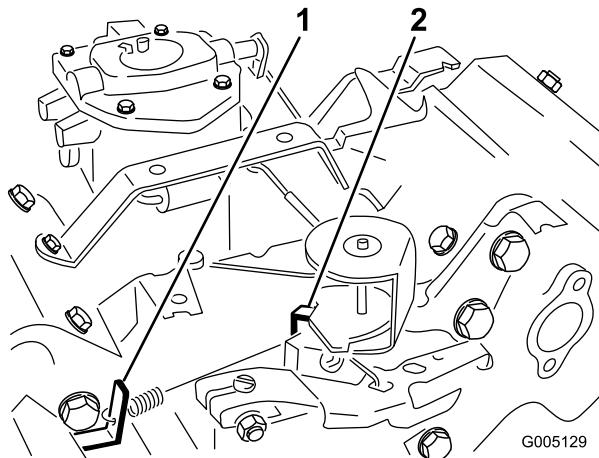

Bild 36
3. Biegen Sie den Anker-Federmitnehmer (Bild 36), um eine Leerlaufgeschwindigkeit von 1625 ± 50 U/min zu erzielen. Prüfen Sie die Motordrehzahl mit einem Drehzahlmesser.
5. Stellen Sie den Gasbedienungshebel auf „Schnell“. Biegen Sie den Federankermittnehmer in der Vollgaseinstellung (Bild 36), bis Sie eine Vollgasdrehzahl von 2800 ± 50 U/min realisieren.